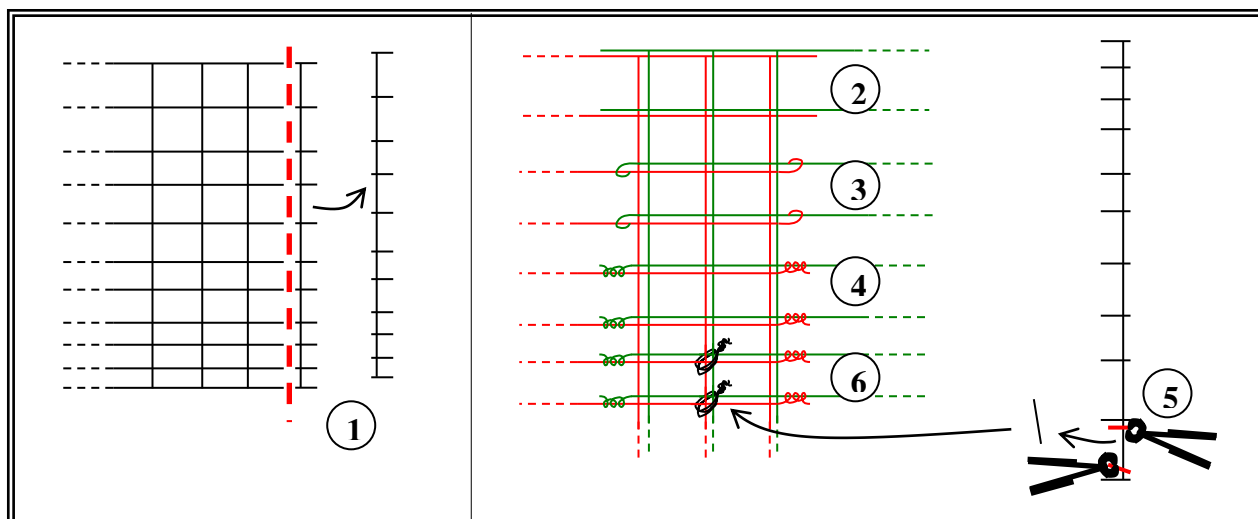

Figure 22 : raccord de grillage
*Sur la figure 22 ci-dessous, on a artificiellement représenté la fin du rouleau déjà posé en rouge, et le début du nouveau en vert, afin de pouvoir facilement les différencier.*